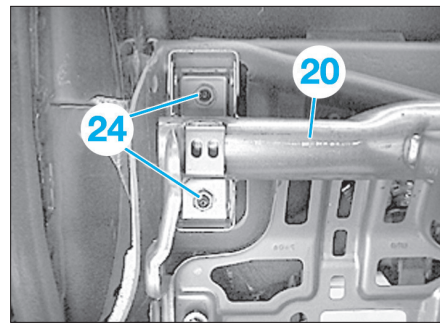

Fig. 24
- Déposer la vis (25) du tube support (20) (Fig.24).